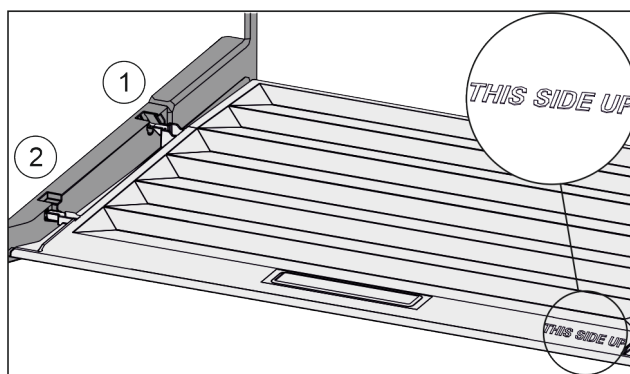

Fig. 108
- Výstupky veka zavedte cez otvor zadného držiaka Fig. 108 (1) a zaistite vpredu v držiaku Fig. 108 (2).